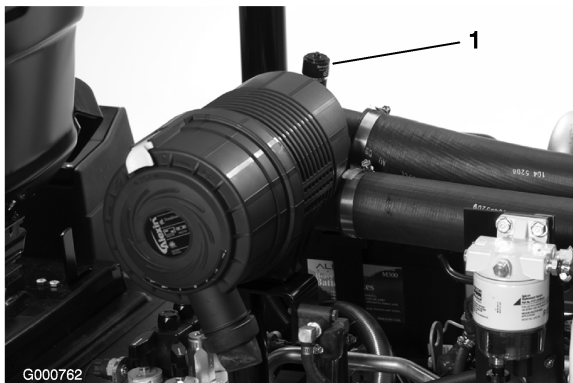

Figura 38
Faça a manutenção ao filtro de ar apenas quando o indicador de manutenção (Figura 38) o exigir. Mudar o filtro de ar antes de ser necessário apenas aumenta a possibilidade de entrar sujeira no motor quando se retira o filtro.
6. Reinicie o indicador (Figura 38) se este se apresentar vermelho.